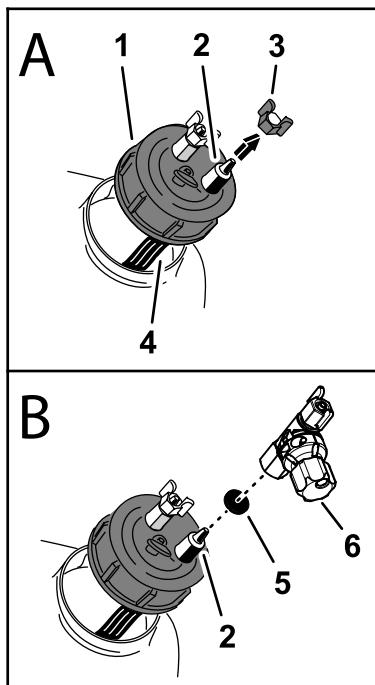

Рисунок 1
- Найдите черную крышку на конце бака пенного маркера в сборе (Рисунок 1).
- Отверните крышку бака и приподнимите ее, чтобы увидеть синюю трубку фильтра (Рисунок 1).
- Снимите синюю зажимную гайку со штуцера на крышке бака, **подсоединенного** к синей трубке фильтра внутри бака (Рисунок 1).
- Установите монтируемый на крышке регулирующий клапан и прокладку на штуцер крышки бака и расположите клапан, как показано на Рисунок 1.